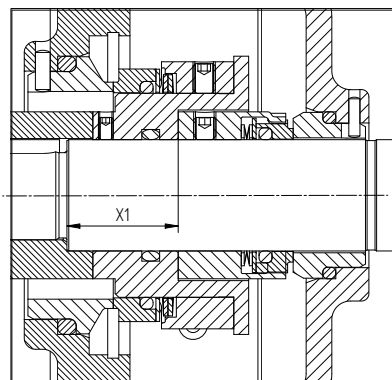

Figure 16: Réglage de la garniture mécanique MD1.
- 6 Montez la pièce tournante de la garniture d'étanchéité d'arbre mécanique (1220) sur l'arbre. Ajustez selon la taille X1 de la figure 16 à l'aide du tableau correspondant. Serrez ensuite la vis de fixation.